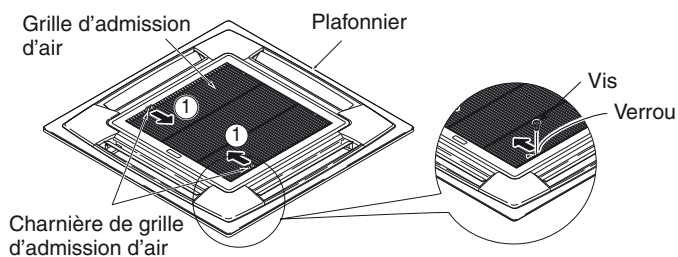

Fig. 7-1
- 1) Enlever les 2 vis du verrou de la grille d'admission d'air. (Fig. 7-1) (Remontez la grille d'admission d'air après l'installation du plafonnier.)
- 2) Faites glisser les loquets de la grille d'admission d'air dans la direction indiquée par les flèches ① pour ouvrir la grille. (Fig. 7-1)